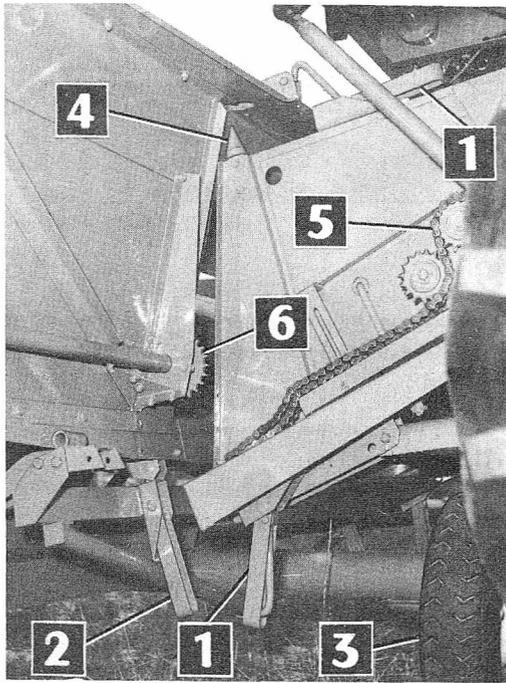

FIG. 55
- disporre la barra su di un terreno piano, tanto se è appoggiata a terra quanto se è sull'apposito carrello. In tal caso liberare i ganci (2 - fig. 55) di fissaggio al carrello ed aprire le leve (1 - figg. 54 e 55) di bloccaggio dell'elevatore anteriore;
il bordo inferiore dell'elevatore stesso la ruota (3 - fig. 55) del carrello, abbassarlo;
- montare la catena (5 - fig. 55) sull'ingranaggio (6) dell'albero comando barra e tenderla adeguatamente mediante il tenditore a fissaggio rapido (2 - figura 54);